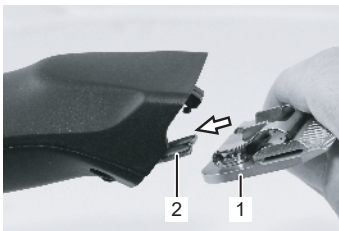

Abb. 17
6. Gewünschten Scherkopf auf das Messerscharnier stecken und bei eingeschaltetem Gerät mit leichtem Druck an die Schermaschine klappen (Abb. 17, 18, 19).